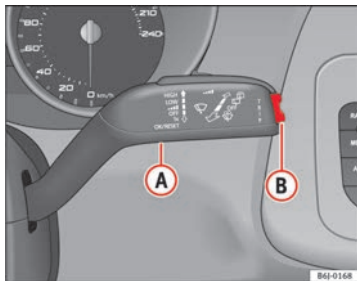

Abb. 34 Scheibenwischerhebel: Taste A und Wipptaste B
- Bei eingeschalteter Zündung kurz die Taste ⇒ Abb. 34 **A** am Scheibenwischerhebel betätigen, um zwischen den beiden Speichern zu wechseln.